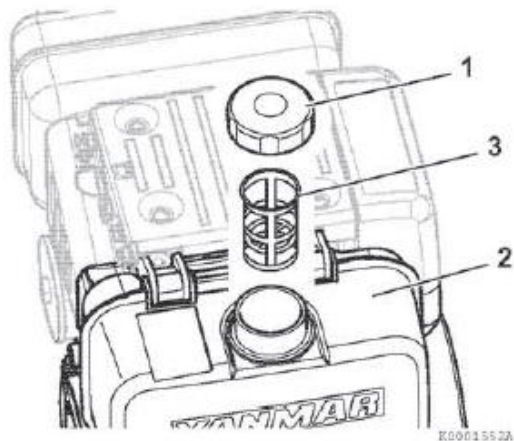

Рисунок 6
1. Очистить участок вокруг крышки заливной горловины топливного бака (**позиция 1, Рисунок 6**).
2. Снять крышку заливной горловины (**позиция 1, Рисунок 6**) с топливного бака (**позиция 2, Рисунок 6**).
3. Поднять и извлечь приемный сетчатый фильтр (**позиция 3, Рисунок 6**).
5. Установить приемный сетчатый фильтр (**позиция 3, Рисунок 6**).
6. Установить на место крышку заливной горловины топливного бака (**позиция 1, Рисунок 6**) и затянуть рукой. Чрезмерная затяжка крышки вызовет ее повреждение.